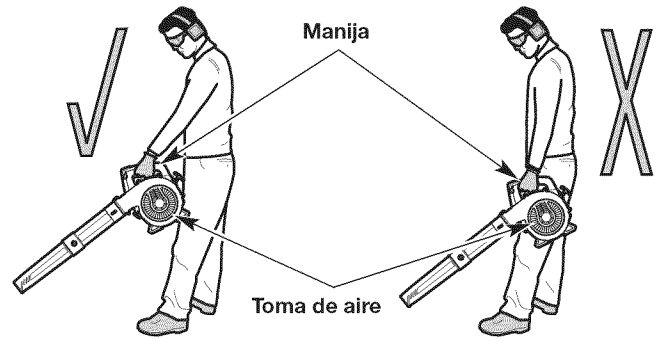

Fig. 8
- Párese en la posición de arranque (Fig. 8). Párese derecho. No se incline sobre el aparato.
- Sostenga la unidad delante y separada del cuerpo (Fig. 8).
WARNING: A fin de evitar que se produzcan lesiones graves o daños a la unidad, **NO** sostenga la unidad en su costado (Fig. 8). El motor puede estar muy caliente. **NUNCA** bloquee la toma de aire.